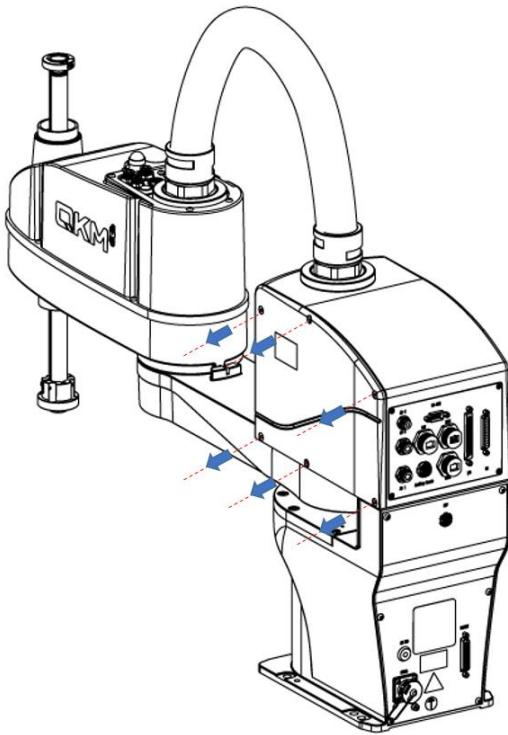

图 4-6 侧门板拆卸示意图
**步骤1** 使用3号扳手拆卸机器人上控制柜侧门板上的螺钉，如图4-6所示。